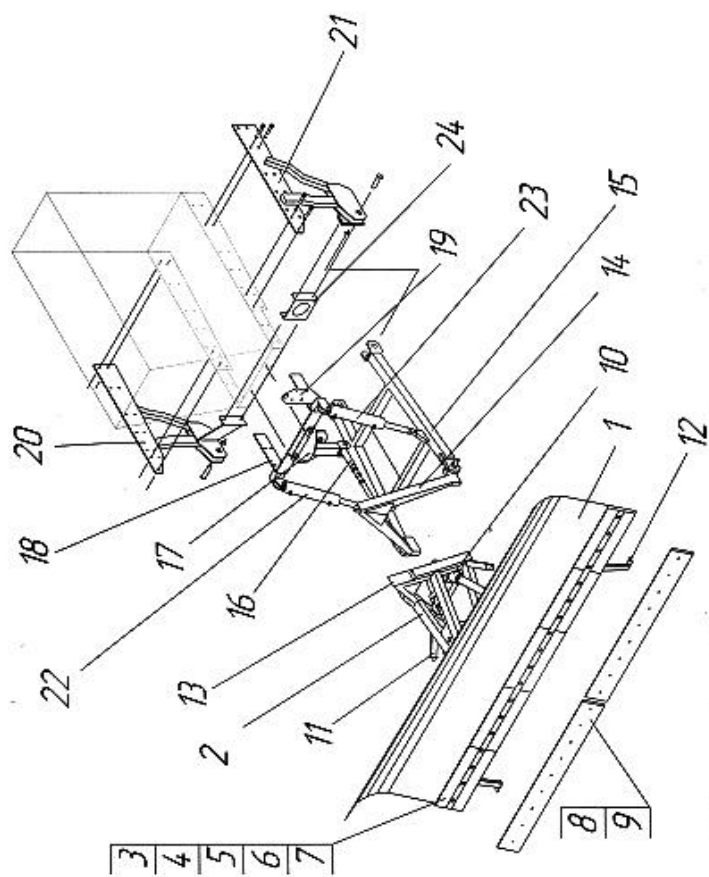

Рисунок 1. Устройство и схема сборки.
1. С бруса переднего трактора снять имеющуюся серьгу и установить скобу 18 и серьгу 17 (рис.1) при помощи болтов М16 из комплекта ЗИП. Одновременно со скобой установить с левой стороны кронштейн 19 крепления ниппелей.